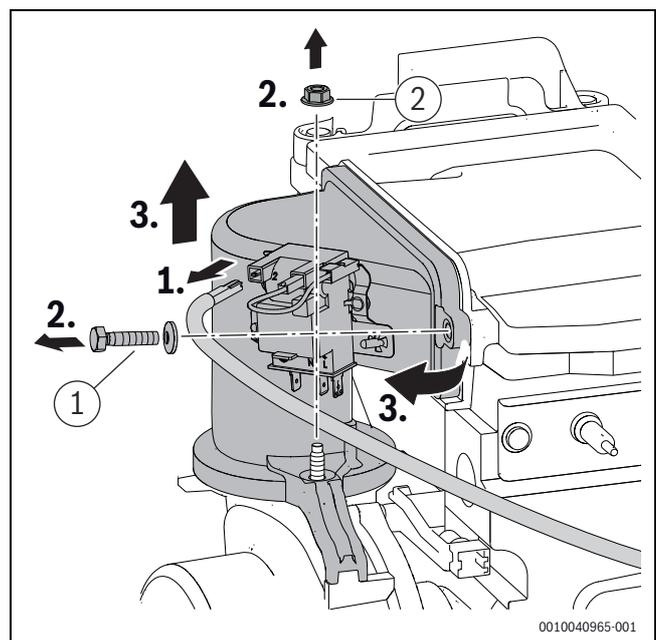

Рис. 55 Демонтаж смесительного устройства
- ▶ Затяните винт и гайку ([1] и [2], рис. 55) на смесительном устройстве с моментом 5,5 + 0,5 Н·м.